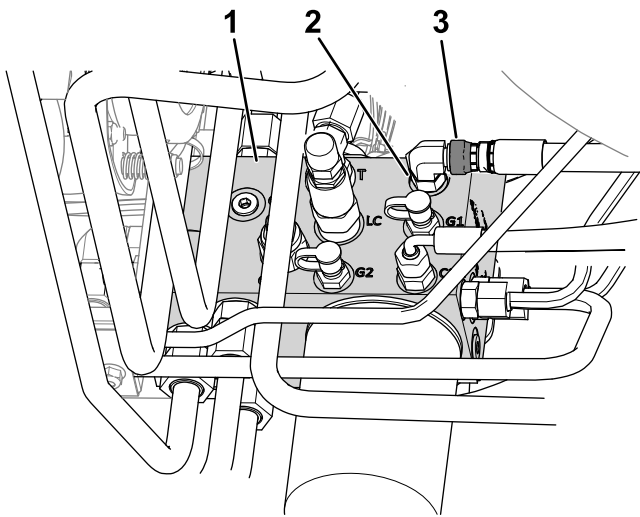

Bild 10
- B. Lösen Sie die Schlauchüberwurfmutter, die den Anschluss C1 am Hydraulikverteiler befestigt (**Bild 10**).